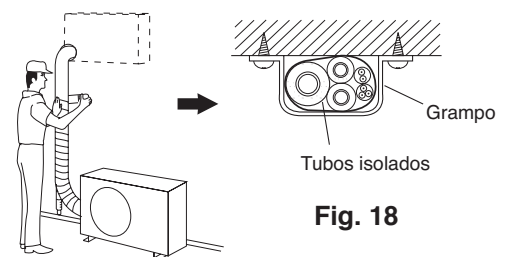

Fig. 18
- Enrole a fita blindada a partir da parte inferior da unidade exterior até ao topo da tubagem no ponto em que esta entra na parede. À medida que enrola a fita na tubagem, sobreponha cerca de metade da volta anterior da fita. (Fig. 18)